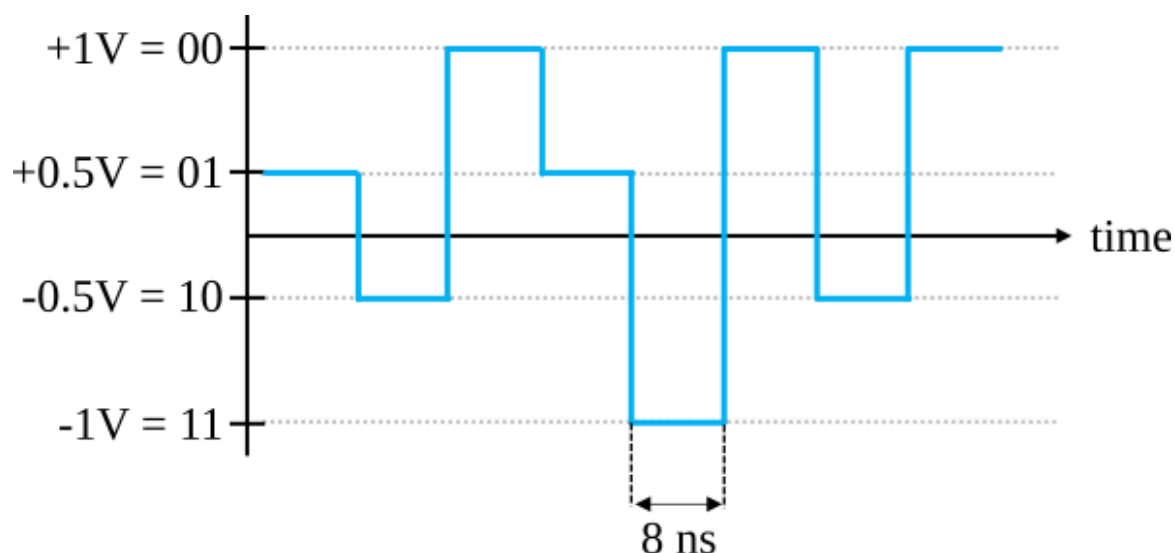

图 5.39: 以太网中的信号
以太网传输的信号如图 5.39。
1. 在图 5.39 中，每秒钟能够传输多少个 bit 呢？(bits per second, bps)